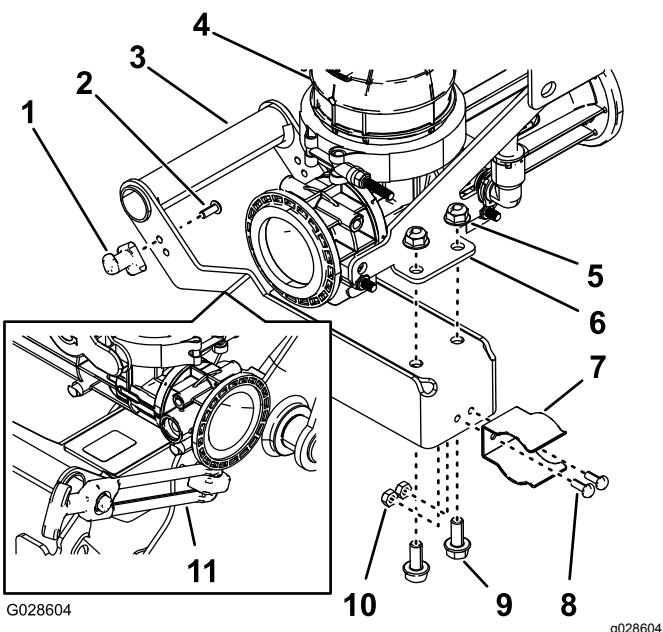

Figure 21
1. Montez l'ergot de verrouillage de la poignée du mélangeur (Figure 21) au moyen de 2 vis à tête creuse (n° 10-24 x 1/2").